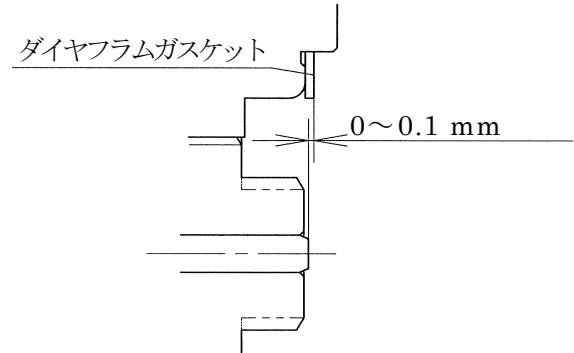

図 8 すきまの調整
6.6 パイロット弁体(13)、パイロット弁座(11)の交換は一対で行ってください。パイロット弁体(13)の先端がダイヤフラムガスケット(9)の上面から 0~0.1mm になるようにパイロット弁座ガスケット(12)の厚さと枚数を加減して調整してください(図 8 参照)。パイロット弁座ガスケット(12)は 0.1~0.5mm の 5 枚セットで用意しております。なお、ダイヤフラムガスケット(9)が新品の場合は締めると 0.4mm つぶれますから注意してください。